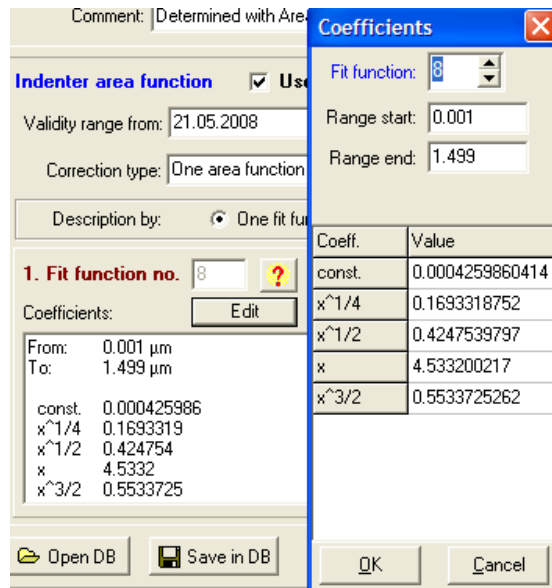

Abb. 17: Fitkoeffizienten der Flächenfunktion und das Fenster zu ihrer Änderung
- **Coefficients:** Dieses Feld zeigt die Koeffizienten der Fitfunktion und ihren Gültigkeitsbereich zwischen einer Untergrenze (from) und einer Obergrenze (to). Außerhalb dieses Bereiches wird eine Idealform des Indenters angenommen. Die Daten können manuell geändert werden, wenn die Schaltfläche **Edit** gedrückt wird. Das Fenster **Coefficients** (Abb. 17) wird geöffnet, wo Fitfunktion und Koeffizienten geändert werden können.